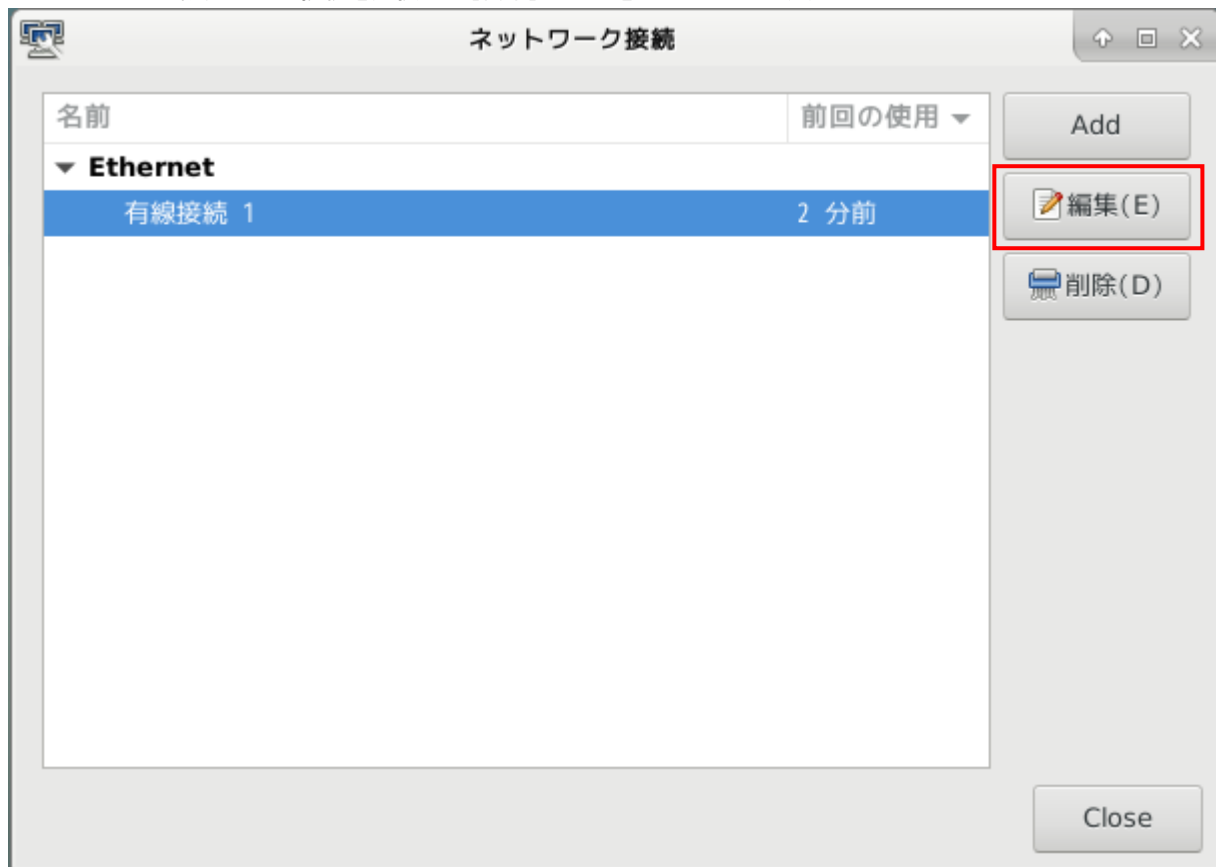

図 2-4-2. ネットワーク設定画面
- ② 図 2-4-2 のようなネットワーク設定画面が起動します。認識している LAN の一覧が表示されています。設定したい接続を選択して [編集] ボタンをクリックします。